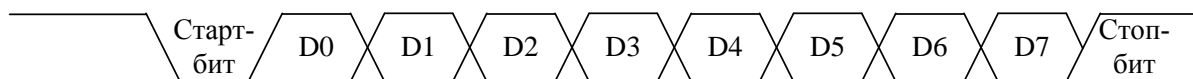

Рис. 22. Временная диаграмма работы УАПП в режиме 1
*Режим 1.* В этом режиме передаются через TxD или принимают RxD 10 бит информации: старт-бит (0), 8 бит данных и стоп-бит (рис. 22). Скорость приема/передачи — величина переменная и задается таймером.